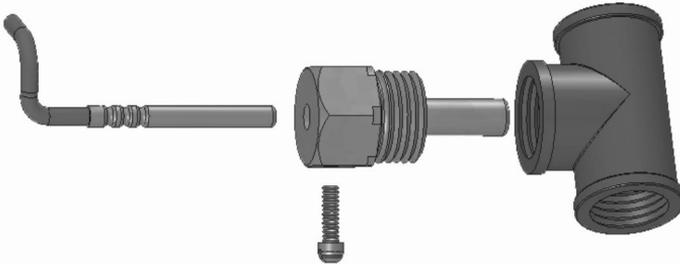

Рисунок 4.3 – Вариант установки термосопротивления в тройник
– термопреобразователь (1) устанавливается в гильзу (2), вкручиваемую в стандартный тройник (3) (рисунок 4.3);